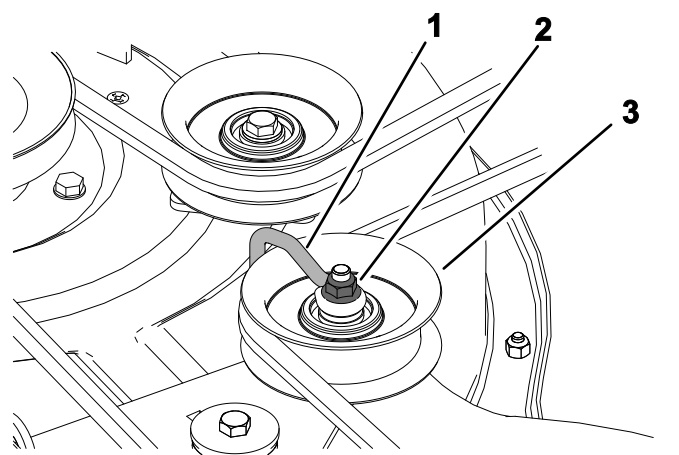

Figure 50
2. Vis (3)
5. Desserrez l'écrou qui fixe le fil métallique à la poulie de tension (Figure 50).
Remarque: Positionnez le fil métallique contre le bras de la poulie de tension, comme montré à la Figure 50.